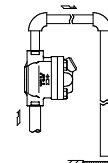

Abbildung 2
- Die Austrittsleitung in eine Abwasserrinne oder -grube führen. Das Ende der Austrittsleitung darf nicht in Wasser eintauchen, da sonst bei Betriebsunterbrechungen Wasser und Schmutz eingesaugt werden kann (s. Abb. 2).